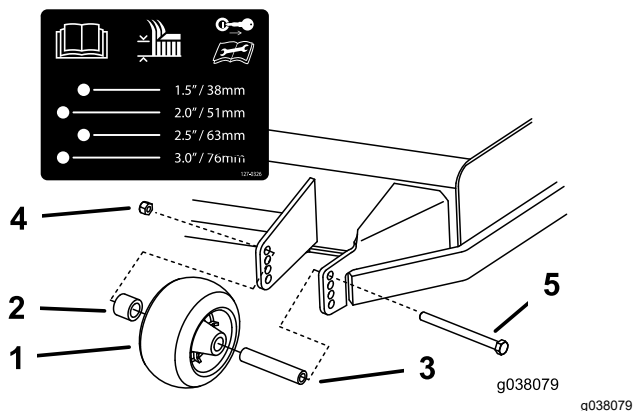

Рисунок 32
3. Отрегулируйте защитные валики, как показано на Рисунок 32.